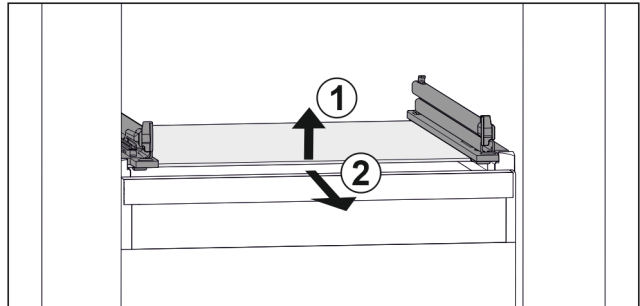

Fig. 121 Примерное отображение стеклянной пластины
- ▶ Приподнимите стеклянную пластину спереди. Fig. 121 (1)
- ▶ Извлеките стеклянную пластину движением вперед. Fig. 121 (2)